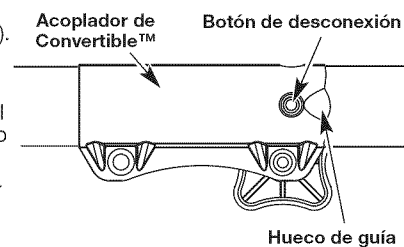

Fig. 6
NOTA: La alineación del botón de desconexión con el hueco de guía facilitará la instalación (Fig. 6).
- Opima y sostenga el botón de desconexión (Fig. 6).